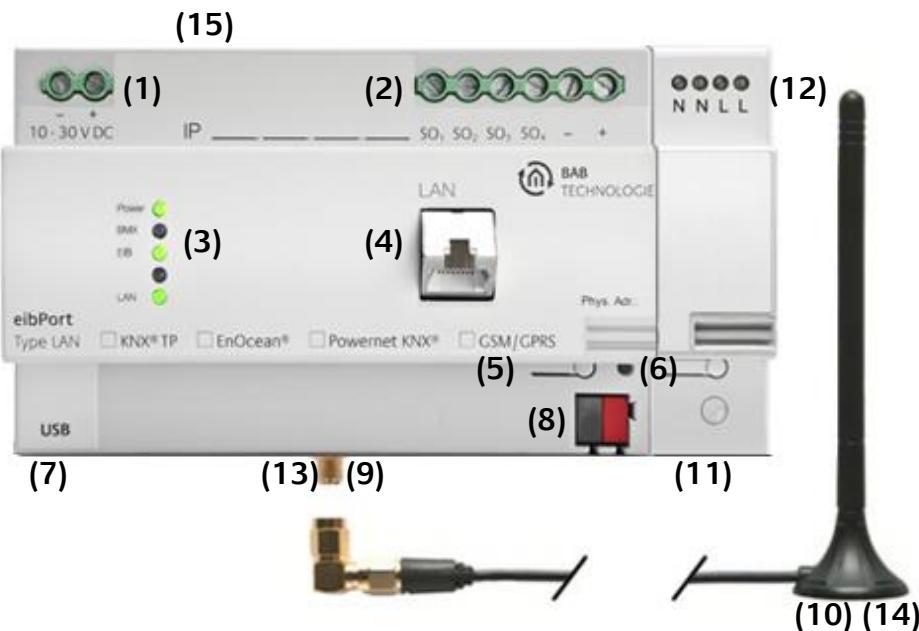

Abbildung 2: Geräteaufbau
Bitte achten Sie bei der Konfektionierung der Spannungsversorgung darauf, dass genügend Leistung zur Verfügung steht. Der EIBPORT benötigt während des Boot-Vorgangs 300mA bei 12 V! Schließen Sie die Spannungsversorgung entsprechend der Kennzeichnung an die Schraubklemmen (**Abbildung 2 (1)**) an.
Um den EIBPORT zu programmieren ist ein Zugriff über LAN notwendig. Das kann entweder über ein vorhandenes LAN oder über eine direkte Verbindung geschehen. Stecken Sie die Netzwerkleitung (LAN) in die RJ 45-Buchse (**Abbildung 2 (4)**) ein.
- Schließen Sie die Busleitung an die Busanschlussklemme (**Abbildung 2 (8)**) an
- Verbinden Sie den Powernet Netzankoppler (**Abbildung 2 (11)**) mit der Netzspannung.
- Schrauben Sie den SMA-Stecker auf die SMA-Buchse (**Abbildung 2 (9,10)**) bis dieser festsitzt.
Sind alle Anschlüsse montiert kann das Gerät mit Spannung versorgt werden. Um die korrekte Installation zu kontrollieren, warten Sie bis das Gerät vollständig gebootet ist. Das dauert circa 2 Minuten. Achten Sie dabei auf die „Signal LEDs“ (**Abbildung 2, (3)**) am Gerät. Bei korrekter Betriebsbereitschaft leuchten 4 LEDs: